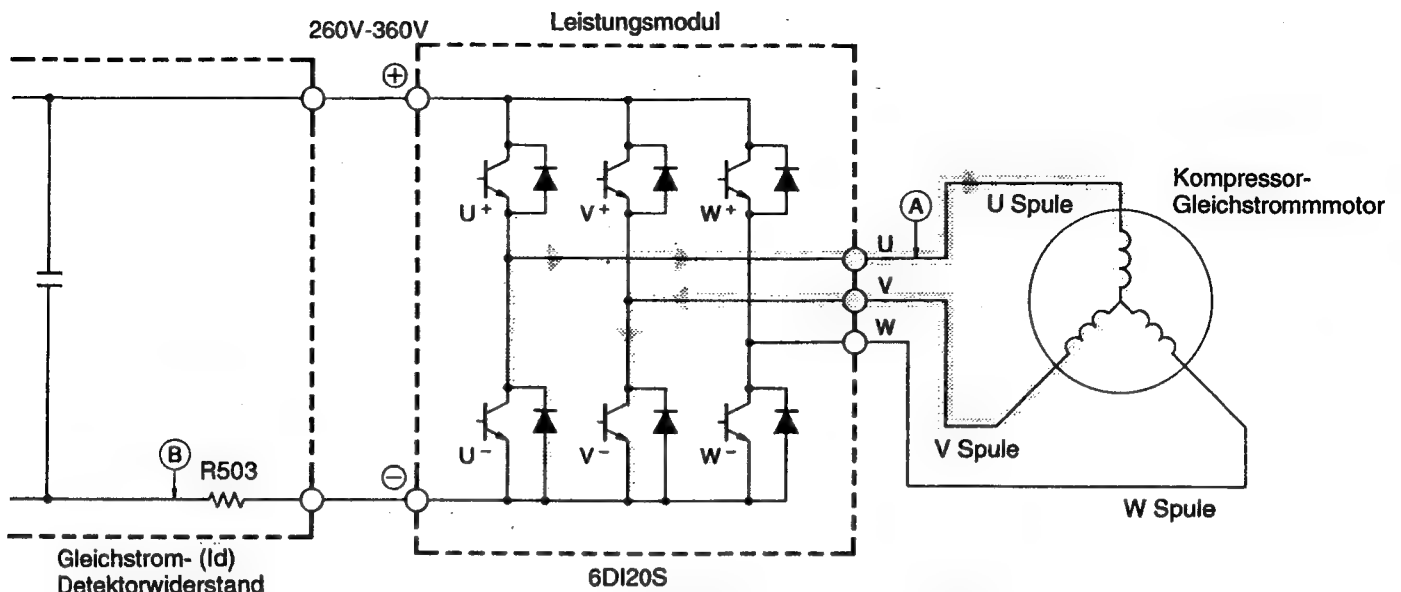

Abb. 3-4 Leistungsmodul-Schaltkreis (U+ ist ON, V- ist ON)
- (2) Wenn U+ Transistor OFF ist: (durch Induktion der Motorspule) U Spule → V Spule → V- Transistor → Rückkehrdiode → Punkt A (Abb. 3-4)